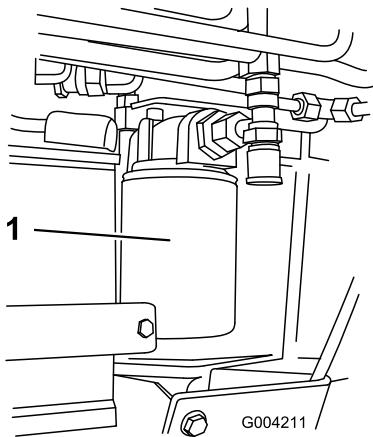

Figure 59
4. Placez un bac de vidange sous le filtre (Figure 59).
5. Enlevez le filtre à huile usagé (Figure 59) et essuyez la surface du joint de l'adaptateur.
7. Montez le filtre hydraulique de recharge sur l'adaptateur (Figure 59). Tournez le filtre dans le sens horaire jusqu'à ce que le joint rejoigne l'adaptateur, puis donnez 3/4 de tour supplémentaire.